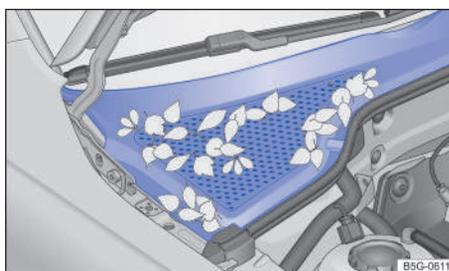

Fig. 238 Entre el compartimento del motor y el parabrisas: caja de agua (representación esquemática).
- La caja de aguas está ubicada en el compartimento del motor, entre el parabrisas y el motor, y bajo una cubierta perforada → fig. 238. El aire ambiente es aspirado de la caja de aguas al interior del vehículo por medio del sistema de calefacción y ventilación o del aire acondicionado.